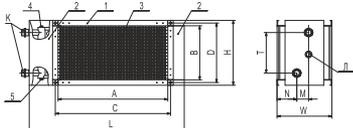
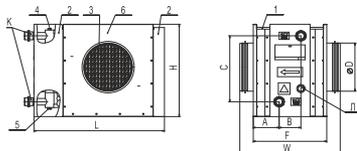

рисунок 1 Основные размеры WKH с прямоугольным подсоединением к воздуховоду
рисунок 2 Основные размеры WKH с подсоединением к круглому воздуховоду
Конструкция WKH с прямоугольным и круглым подсоединением к воздуховоду Рис1 и Рис.2 состоит из корпуса(1) и встраиваемого в корпус нагревательного блока(3). Корпус состоит из стенки (6 для круглых каналов), двух защитных кожухов (2), выполненных из высококачественной оцинкованной стали.
На выходном коллекторе предусмотрен патрубок резьба (G1/4) с заглушкой (место Л рис.1 и рис.2), на место заглушки может устанавливаться погружной датчик, который может применяться для измерения температуры, или для защиты от замораживания. С торца WKH так же находится ниппель воздуховыпускной резьба G1/2 (4), ниппель для слива воды резьба G1/2 (5) .
Основные размеры WKH с круглым и прямоугольным подсоединением к воздуховоду должны соответствовать значениям приведенным в таблицах 1,2 и на Рис.1 и Рис.2 .